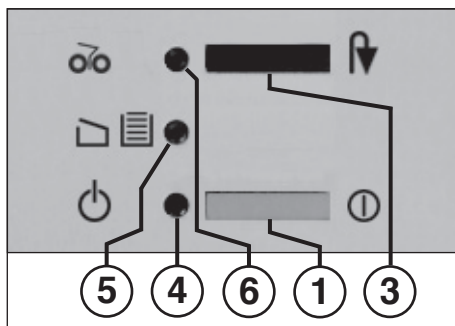

Fig. 1
1 = Tryckknapp (Fig. 1)
3 = Tryckbrytare (Fig. 1)
4 = Kontrollampa (Fig. 1)
5 = Kontrollampa (Fig. 1)
6 = Kontrollampa (Fig. 1)
- Slå på strömmen med tryckknappen (1) (Fig. 1). Kontrollampen (4) (Fig. 1) tänds.
av. Kontrollangivelsen „Behållare full“ / „Dörr öppen“ (5) (Fig. 1) **blinkar**. För att indikera det stoppade skärverket tänds samtidigt kontrollangivelsen "Pappersstockning" / "Stopp" (6).
- Skjut in skjutramen med uppsamlings säcken och stäng dörren. Kontrollindikeringen (5) slocknar (Fig. 1).
- Tryck kort på tryckbrytaren „Bakåt“ / „Stopp“ (3). Skärverket sönderdelar resten som är kvar i inmatningsenheten och kopplas sedan från. Kontrollangivelsen (6) slocknar. Sönderdelningen kan nu fortsättas.
- Kontrollindikeringen (6) tänds (Fig. 1).
- Tryck **konstant** på tryckbrytaren "Bakåt" / "Stopp" (3) och ta samtidigt ut dokumenten som matats tillbaka från maskinen.
- När de har tagits bort går skärverket automatiskt framåt, sönderdelar den rest som är kvar i inmatningsenheten och kopplas sedan från. Kontrollangivelsen (6) (bild 1) slocknar.
Om motorn överbelastas stängs den av. Koppla från maskinen med tryckknappen (1) (Fig. 1). Låt den svalna i 15-20 minuter, beroende på rumstemperaturen. Sedan kan den startas igen.